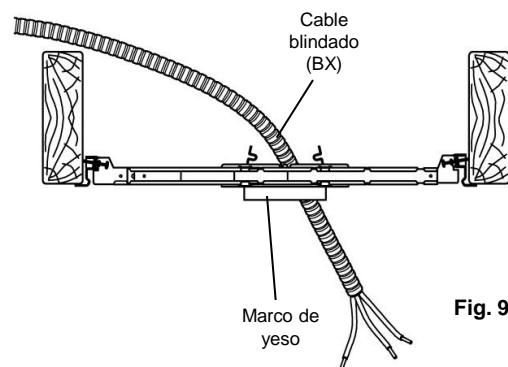

Fig. 9
3. Pasa el cable blindado (BX) o el cable no metálico (NM) (también conocido como Romex) a través del cortacircuitos o panel de fusibles hasta el orificio del marco de yeso, dejando entre 6" (15,2 cm) y 8" (20,3 cm) de cable sobrante extendido por debajo del orificio. Puedes usar cables con un máximo de 12 AWG de cableado. (Fig. 9) **(ADVERTENCIA- Usa cables con clasificación de 90°C o mayor)**.